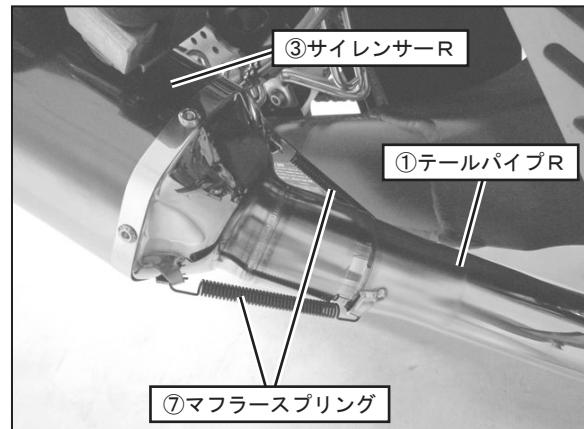

FIG. 9
9. ①テールパイプRと③サイレンサーRにスプリング取り付け工具を使用して、⑦マフラー用スプリングを取り付けて下さい。 (FIG. 9 参照)